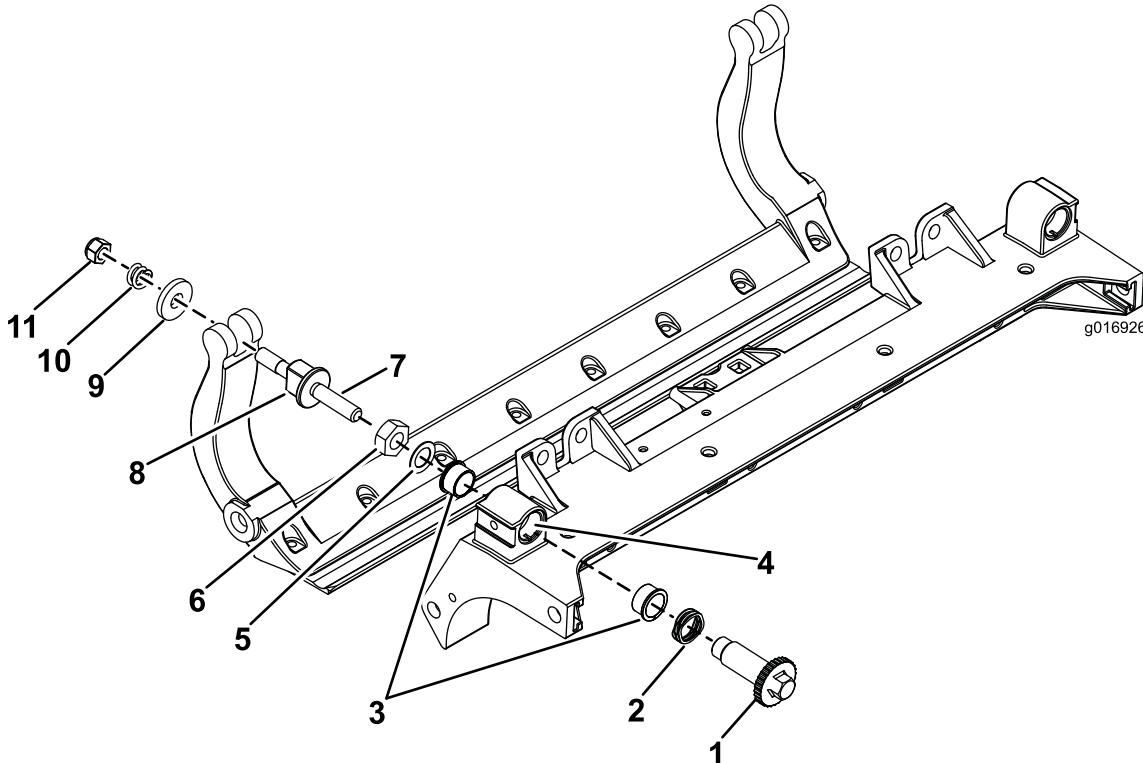

図 28
- 全部のパーツを取り外すHD DPA キットの取り付け要領書および図 28を参照。
- カッティングユニットのセンターフレームのブッシュ挿入場所にネバーシーズを塗布する図 28。
- フレンジブッシュのキーとフレームのキー溝を揃えて、ブッシュを挿入する図 28。
- アジャスタシャフトにウェーブワッシャを通して、アジャスタシャフトをカッティングユニットのフレームのフレンジブッシュに通す図 28。
- 平ワッシャとロックナットでアジャスタシャフトを固定する図 28。
- その外側からスチール製ワッシャを取り付ける図 28。
- 注** 内側のワッシャには遊びがあつてよい図 28。
- 各ベッドバーアジャスタ・アセンブリを締め付けて圧縮スプリングを完全に圧縮し、そこから1/2回転だけ戻す図 28。